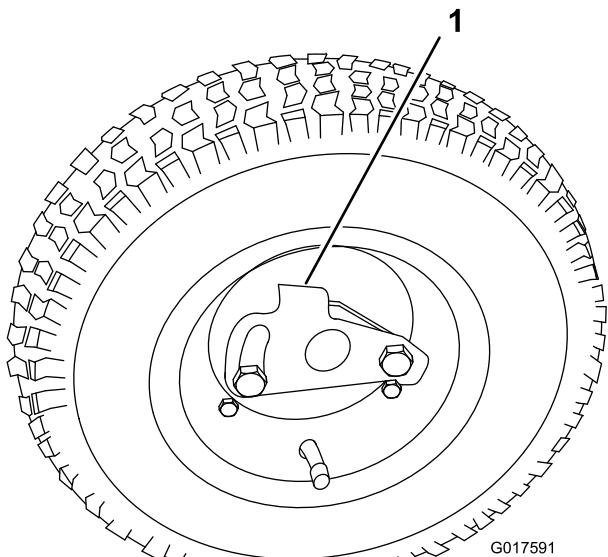

Figure 10
3. Faites pivoter le clip de verrouillage pour l'éloigner du centre de la roue et lui permettre ainsi de coulisser plus avant sur l'essieu (Figure 10).